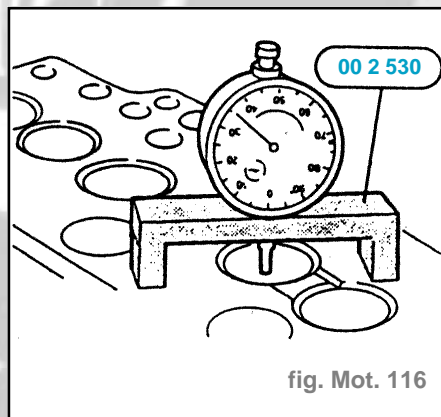

fig. Mot. 116
- Placer le comparateur avec son socle **00 2 530** sur le plan de joint de la culasse propre et le mettre à zéro (fig. Mot. 116).
- Placer l'ensemble sur la tête de soupape et mesurer le retrait de la soupape "R" (fig. Mot. 116).